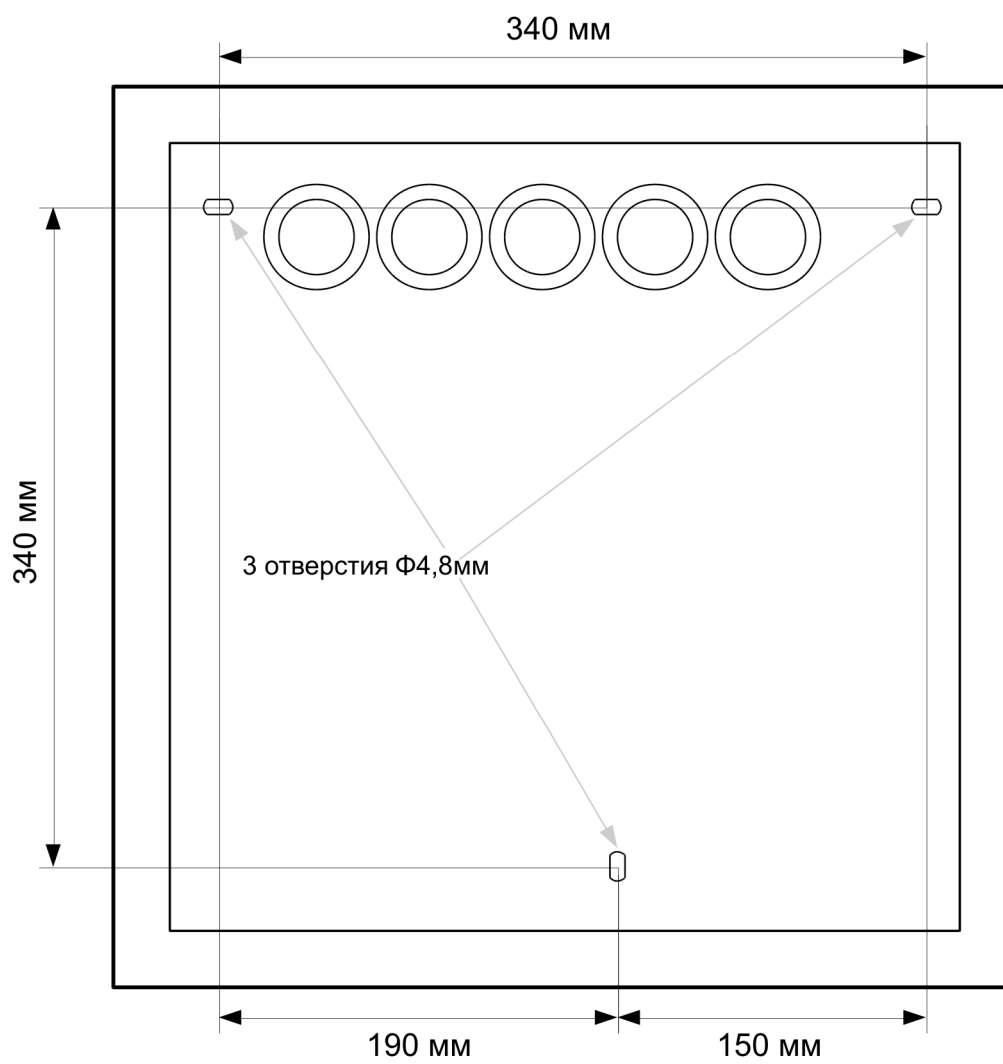

Рис. 8.1.1 Крепление прибора UCS в корпусе до 16 А.
- Корпус до 16 А – крепить на стене с использованием 3 винтов М5 и дюбелей диаметром не менее 8 мм (рис. 8.1.1),